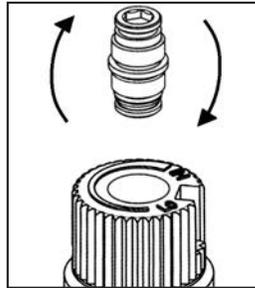

Figure 16: Retourner Vis de Soupape
- c) Retourner la vis et la réinsérer avec le joint torique rouge vers l'extérieur (voir Figure 16).